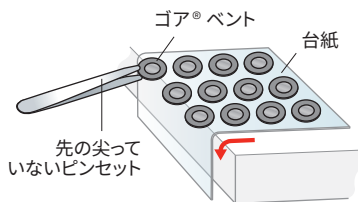

図2: 粘着材付きベントを手作業で剥離
- 先端の尖っていないピンセットなどで、ベントを台紙から優しく取り外してください(図2)。